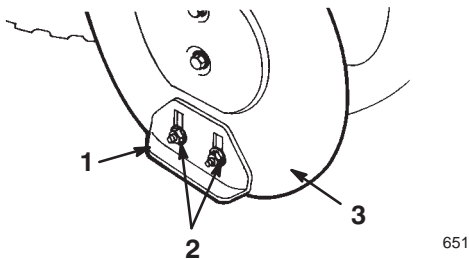

Figure 25
5. Desserrez les 4 écrous à bride qui fixent les deux patins sur les côtés du carter de tarière (Fig. 25) jusqu'à ce que les patins puissent coulisser aisément vers le haut et vers le bas.
10. Serrez les 4 écrous à embase qui fixent les deux patins sur les côtés du carter de tarière (Fig. 25).